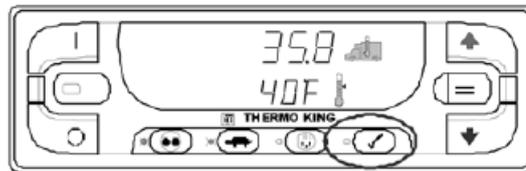

図 42： 自己診断テストキー
- エンジン運転中の自己診断テストはユニットが作動中に行わなければならない点検です。ユニットが作動中に、アラームコードを消去します。ユニットが運転開始後、自己診断テストキー(図 42)を 5 秒間で押し続ける。